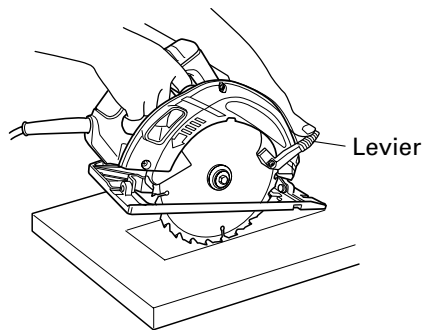

Fig. 16
1. Marquer bien lisiblement la section à couper avec des lignes sur tous les côtés. (Voir Fig. 16)
3. Pousser le levier à fond vers l'arrière jusqu'à ce que la lame soit exposée, comme indiqué à la Fig. 16.